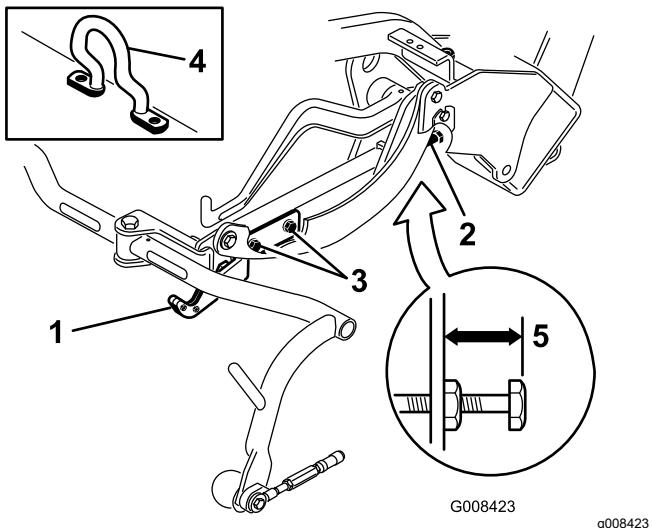
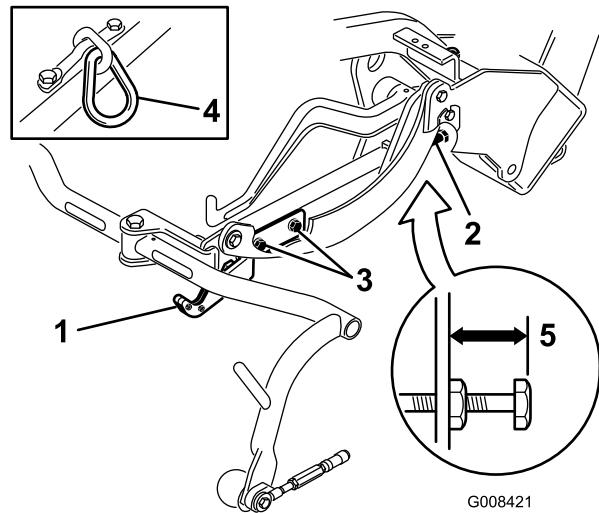
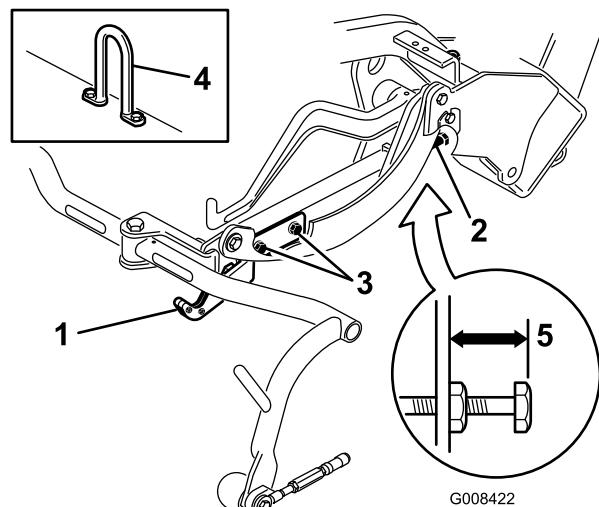

図 11
図 12
図 13
移動走行時の高さを調べ図 12と図 13、必要に応じて調整する。
2. オフセット吊り下げフック図 11、挿入図のついているカッティングユニットでは、キャリアフレーム調整ねじの上端からキャリアフレームの背面までの距離が 25 mm になっていることを確認する。距離が 25 mm でない場合には手順 4へ進む。4
3. チェーンリンクまたはストレートリフトフック図 12と図 13、挿入図のついているカッティングユニットでは、キャリアフレーム調整ねじの上端からキャリアフレームの背面までの距離が 22 mm になっていることを確認する。距離が 22 mm でない場合には手順4へ進む。オフセットリフトリンク図 11のついているカッティングユニットの場合は、次のステップに進む。
4. 移動走行プレート取り付けねじをゆるめる図 12と図 13と図 11。
- キャリアフレームの高さが同じでない場合には、キャリアフレーム調整ねじについているジャムナットをゆるめる図11と図12と図13。高くするにはねじを外方向にまわし、低くするには内方向にまわす。調整ができたらジャムナットを締めて調整を固定する。